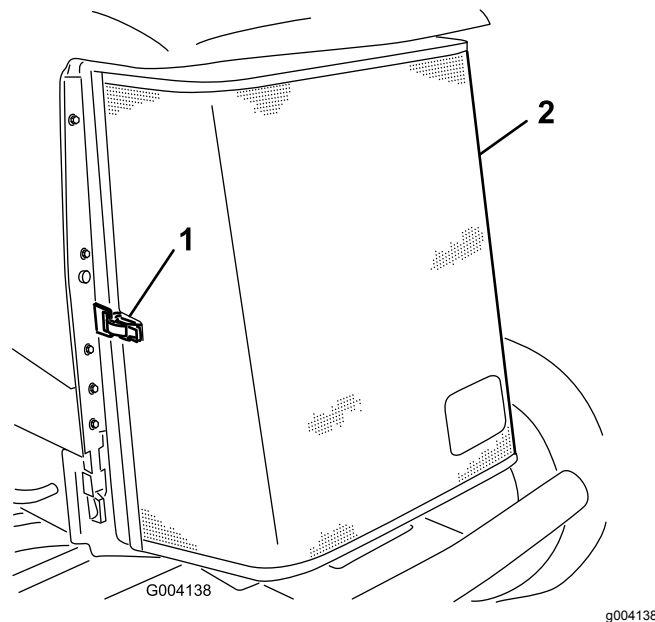

Figura 84
3. Sbloccate il morsetto e aprite la griglia posteriore (Figura 84).